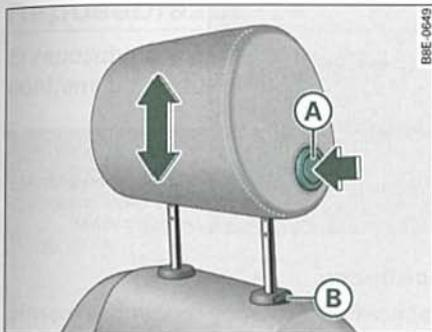

Fig. 92 Asientos delanteros: Apoyacabezas
- Pulse el botón (A) ⇒ fig. 92 y desplace el apoyacabezas hacia abajo.